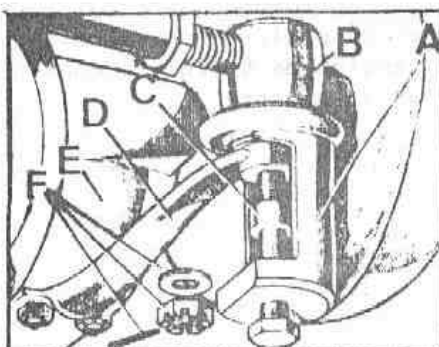

Fig. G-12 Conexión de la barra de acoplamiento y barra transversal al cárter del pivote de mangueta
- 1.2. Utilizando el útil especial 600590, A (Fig. G-12 y 13), se extraerán las rótulas